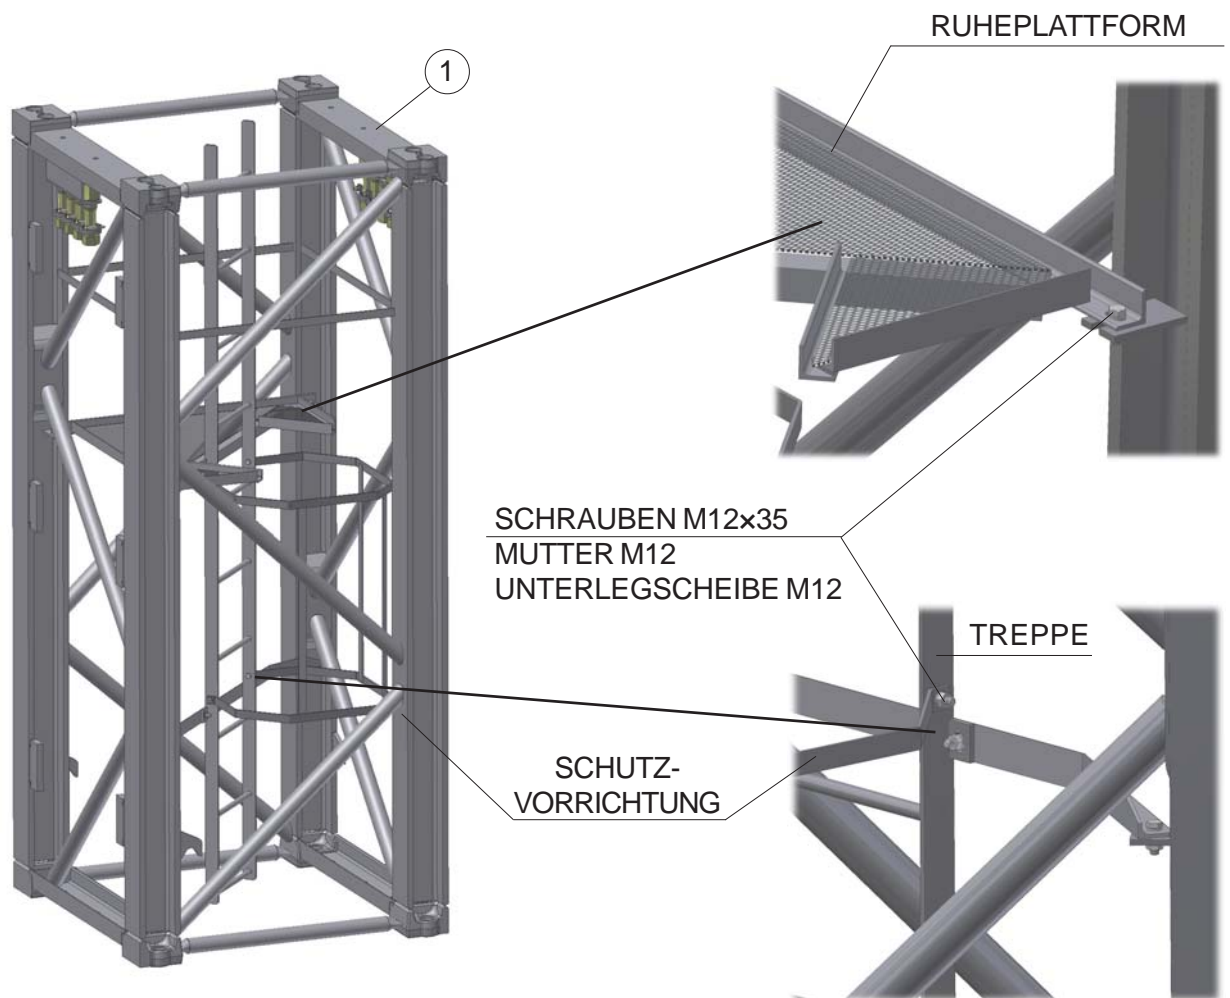

Abb. 2.1.8
Mit den Schrauben M12x35 und den entsprechenden Muttern und Unterlegscheiben die Ruheplattform, die Treppe und die Schutzvorrichtung auf den Turmschuss (1) (Abb. 2.1.8) montieren und dabei auf deren Ausrichtung zu den Montagelaschen des Turms (Abb. 2.1.9) achten.